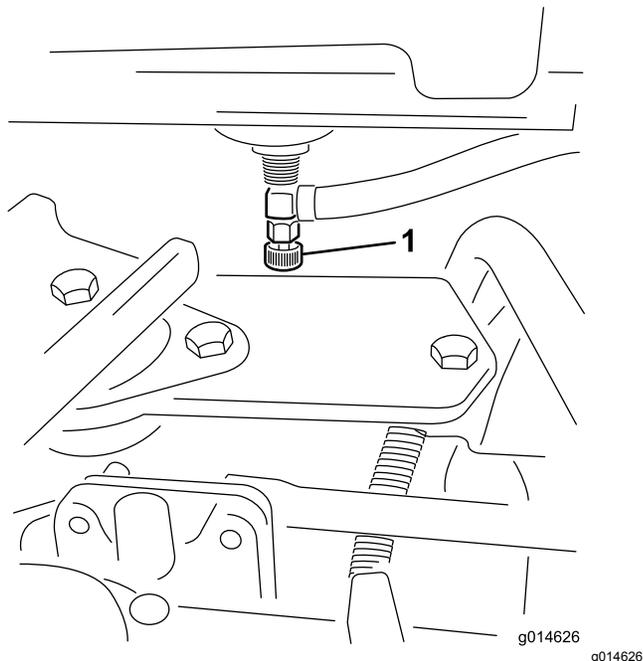

Рисунок 36
1. Закройте отсечной топливный клапан, расположенный под топливным баком (Рисунок 36).